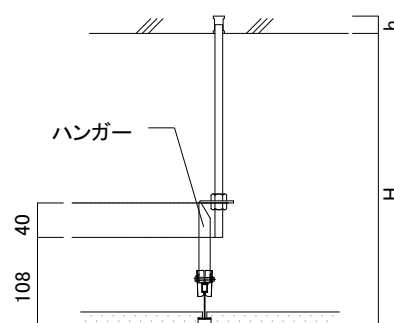

図2-3-1 吊りボルトの長さ
①インサートの位置を確認し、(所定の位置にインサートが無い場合、増し打ち)ボルトの長さを確認する。(図 2-3-1 参照)